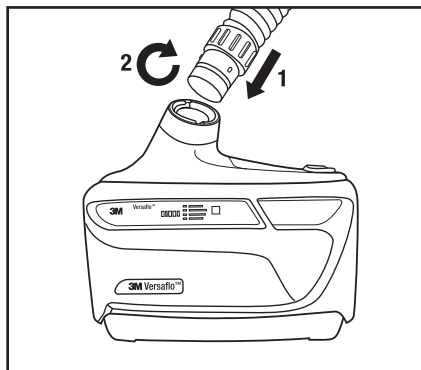

Fig. 10 – Instalação da Traqueia
1. Insira a extremidade da traqueia com o encaixe da baioneta (dois pinos pequenos) nas fendas paralelas na saída de ar do motorizado (Fig. 10).